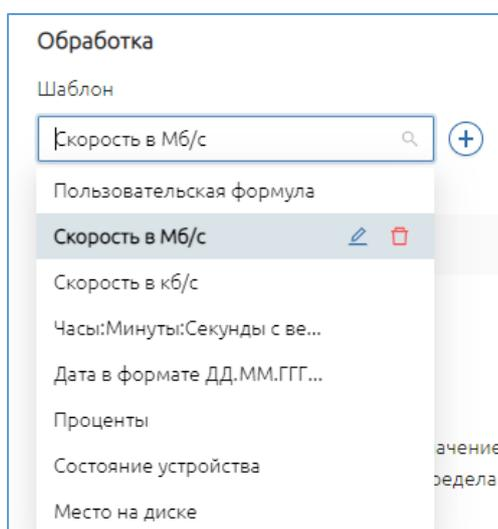

Рис. 5.1 – Редактирование шаблонов формул
- нажатием на поле «Шаблон» вызвать список доступных шаблонов формул и с помощью колесика мыши найти нужную формулу (см. рис. 5.1);